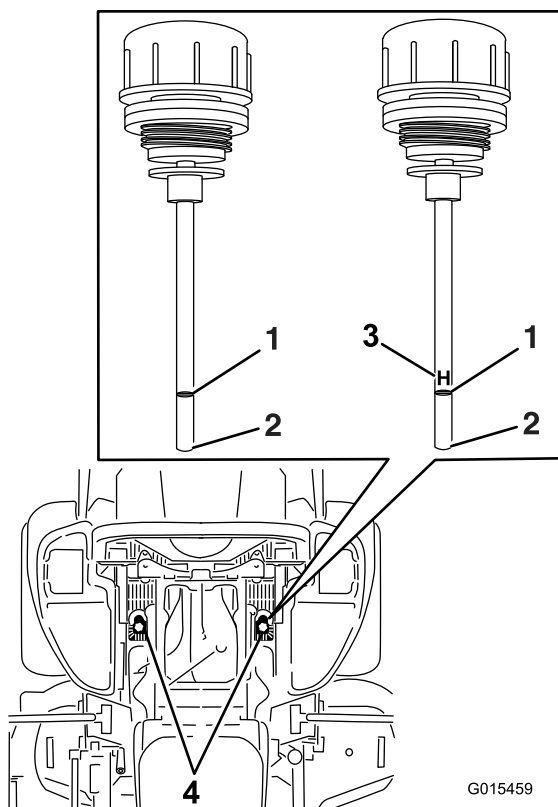

Figura 101
5. Limpie la zona alrededor de las varillas de los depósitos del sistema hidráulico (Figura 101).
6. Retire una varilla del depósito hidráulico (Figura 101).
8. Retire la varilla e inspeccione el extremo (Figura 101).